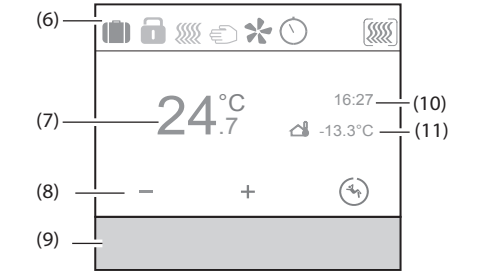

Bild 3: Grundanzeige
Die Solltemperatur wird durch den Betriebsmodus definiert und kann über das Menü **Betriebsmodus - Ferienbetrieb** oder **Einstellung** verändert werden. Der gewählte Betriebsmodus, die aktuelle Uhrzeit und die gemessene Raumtemperatur werden im Display beispielhaft angezeigt (Bild 3). Die Display-inhalte können je nach Einstellung verschieden dargestellt werden. Die obere Status-Zeile gibt den aktuell eingestellten Status des Gerätes symbolisch wieder (6).